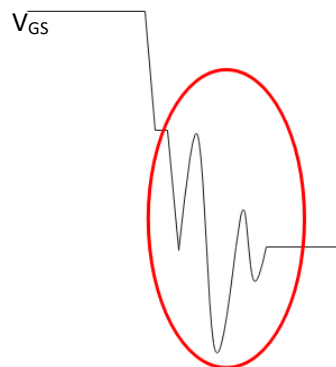

图 11-4 栅极振铃现象
- 1) 栅极信号振铃，导致 MOS 损坏（如图 11-4 所示）；